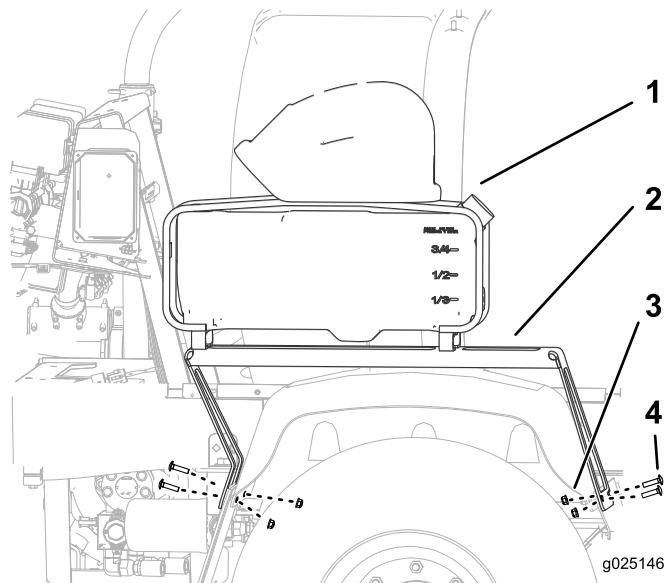

Figura 6
3. Alinhe os furos na perna frontal do suporte de apoio com os furos no suporte do guarda-lamas e guarda-lamas (Figura 6).
x 1/4 pol.) e duas porcas de bloqueio flangeadas (5/16 pol.) como se mostra na Figura 6.
5. Alinhe os furos na perna traseira do suporte de apoio com os furos da proteção de salpicos, suporte do guarda-lamas e guarda-lamas (Figura 6).
6. Prenda o suporte de apoio à proteção de salpicos, suporte do guarda-lamas e guarda-lamas com dois parafusos de carroçaria (5/16 x 1/4 pol.) e duas porcas de bloqueio flangeadas (5/16 pol.) como se mostra na Figura 6.